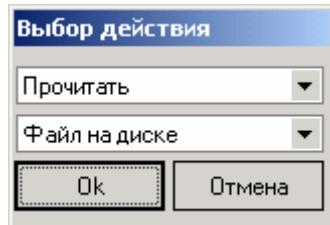

Рис.55 Окно выбора файла.
2. Вызвать диалоговое окно «Выбор действия» над КФ. Далее в верхнем раскрывающемся списке появившегося окна «Выбор действия» необходимо выбрать пункт «Прочитать», в нижнем - пункт «Файл на диске» и нажать «OK» (рис.55).